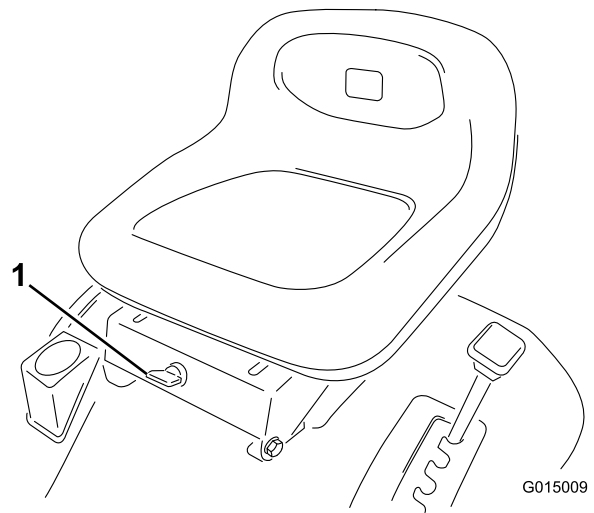

Figure 12
S'il est nécessaire d'utiliser la commande des lames (PDF) en marche arrière, désactivez ce dispositif de sécurité à l'aide du commutateur KeyChoice situé près du support du siège (Figure 12).
2. Introduisez la clé KeyChoice dans le commutateur (Figure 12).